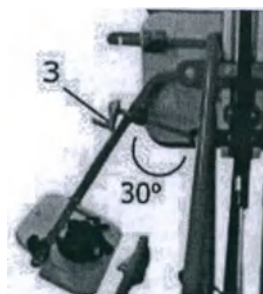

Рис.132
5) Регулировка угла отведения ног (раздельная для каждой ноги) (рис.132)